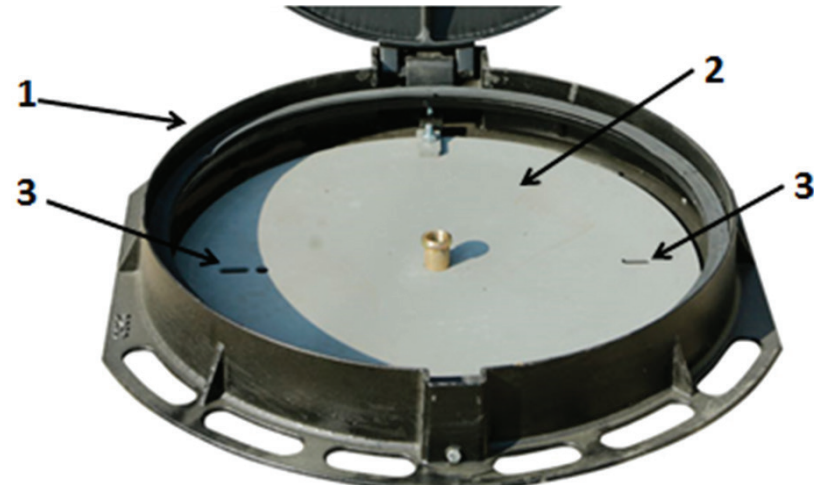

Рис. 7. Отверстия в нижней крышке УЗ-Т:
- 5.1.1. Крюки с Т-образными концами необходимы для извлечения нижней крышки из корпуса люка и для установки её на место. Используется пара крюков. Крюки, взяв их в обе руки, вставляют в отверстия нижней крышки (рис. 7). И, повернув каждый крюк на 90°, поднимают крышку. Крышку укладывают рядом с колодцем так, чтобы не загрязнить запорный механизм.